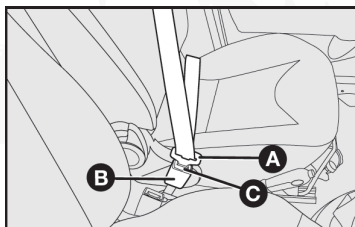

fig. 11
*CÓMO UTILIZAR LOS CINTURONES DE SEGURIDAD - fig. 11*